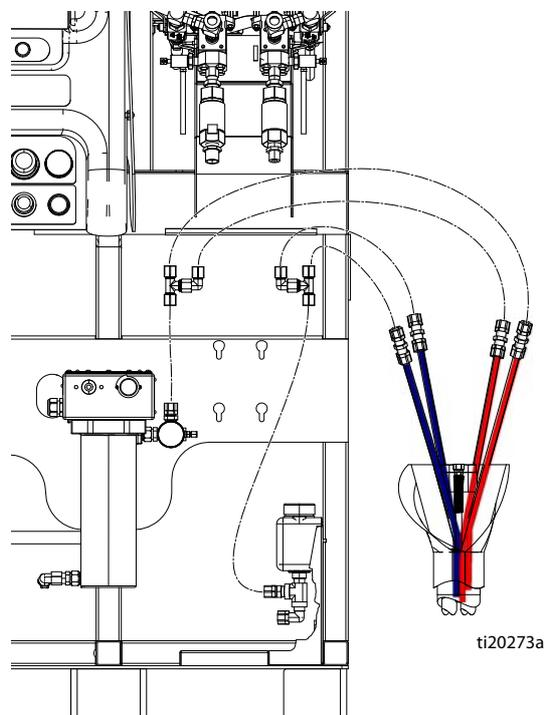

РИС. 19
3. Подключите две красные трубки в связке к трубному тройнику на красной трубке в передней части машины. Выполните те же действия для синих трубок. См. РИС. 19.